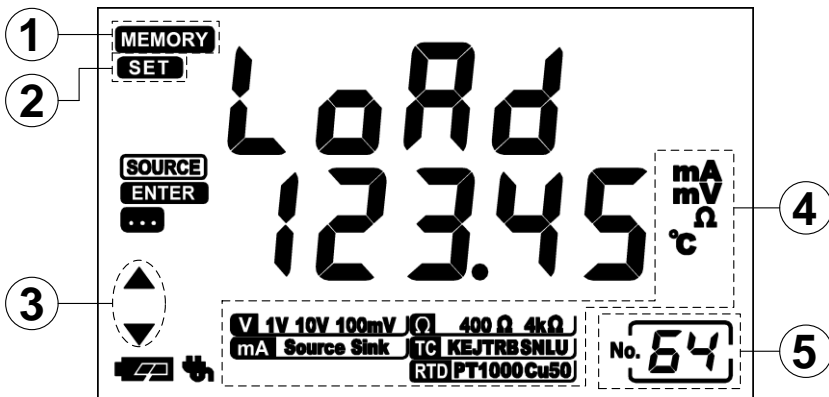

图 6.11 读取常用输出值的显示画面
- (1) MMB 在正常操作时，按 **RECALL** 键，MMB 切换到读取状态显示：显示内容如【图 6.11】所示。
- (2) 通过按     键切换选择读取位置 1~64，位置数字显示在右下角。随着切换读取位置，所选编号位置存储的存储值、信号类型和单位信息会实时在下排显示刷新。如果当前内存位置没有数据，则会显示“-----”。